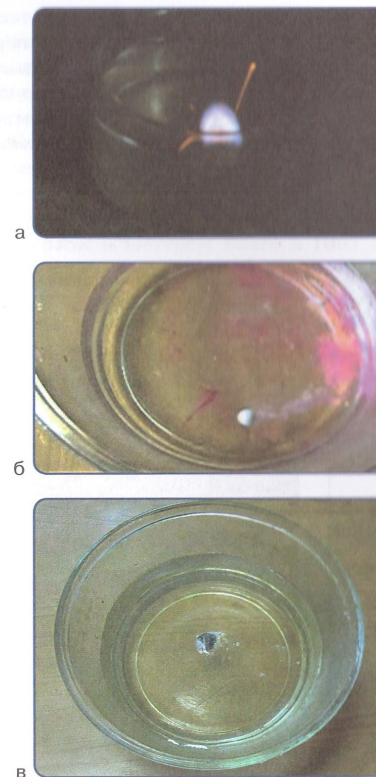

Рис. 55. Зависимость скорости химической реакции от природы веществ: калий (а) взаимодействует с водой более энергично, чем натрий (б) и литий (в)
1. Природа (состав и строение) реагирующих веществ. Реакции между органическими веществами протекают медленнее подобных реакций между неорганическими веществами. По-разному взаимодействуют галогены с водородом: фтор — со взрывом, хлор — со взрывом лишь при нагревании, бром — без взрыва, а реакция водорода с иодом является эндотермической и протекает медленно. Интенсивность взаимодействия щелочных металлов с водой зависит от их восстановительных свойств, которые усиливаются с увеличением радиуса атома (рис. 55).